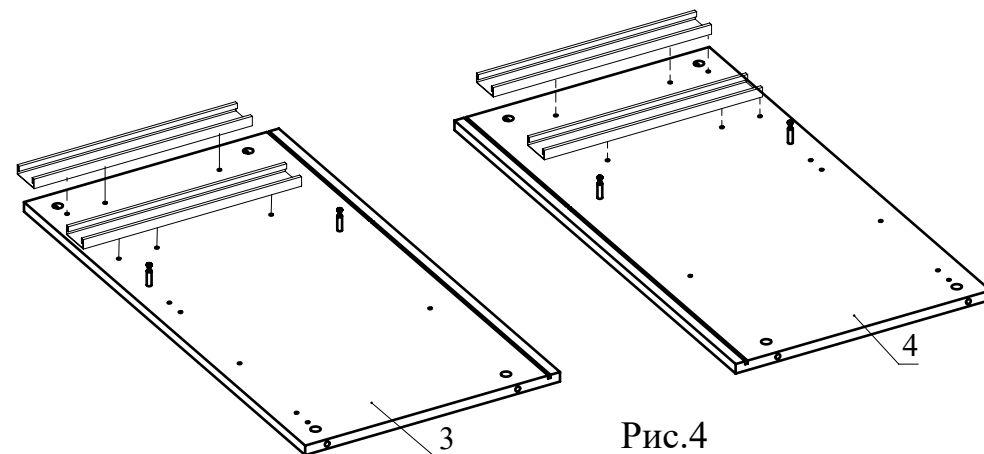

Рис.4
3. Отсоедините от основания телескопических направляющих внутренние планки, отогнув пластиковый рычажок фиксатора (Рис. 3). Основания телескопических направляющих закрепите на деталях 3, 4 винтами М5х8 (Рис. 4). !!! Приложите телескопическую часть отверстиями к отверстиям на боковине комода так, чтобы они были отцентрованы относительно друг друга. Вкрутите винты М5х8 с помощью **шуруповерта**, приложив немного усилий. **Внимание:** винт М5х8 должен заходить с натягом для максимально плотной фиксации телескопических направляющих.